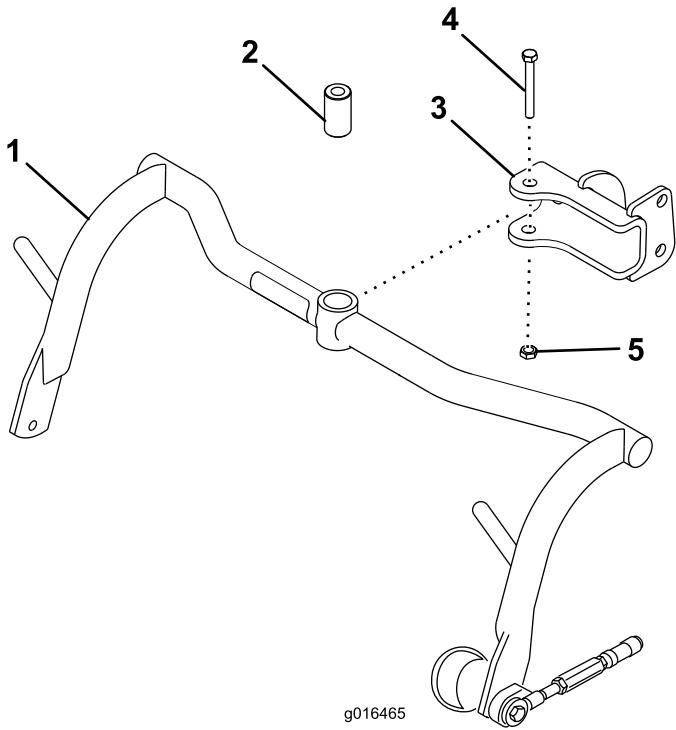

Рисунок 5
1. Закрепите узел несущей рамы в каждой вилке, используя проставку, болт ($\frac{1}{2} \times 3\frac{1}{4}$ дюйма) и контргайку ($\frac{1}{2}$ дюйма); см. Рисунок 5. Затяните с моментом от 91 до 113 Н·м.